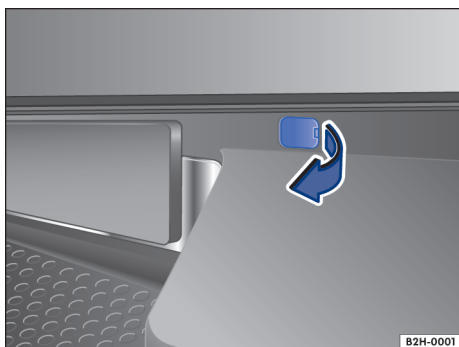

Fig. 12 Capa de cobertura no para-choque.
Conforme a versão do modelo, o parafuso para girar para baixo a roda sobressalente ou a roda de emergência se encontra sob uma capa de cobertura → Fig. 12 no para-choque ou à direita ao lado do suporte da placa de licença.
- Retirar a capa de cobertura na direção da seta → Fig. 12.